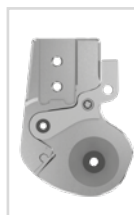

Fig. 17
- 7 Placez la rondelle de friction sur la partie supérieure de l'articulation (Fig. 17).